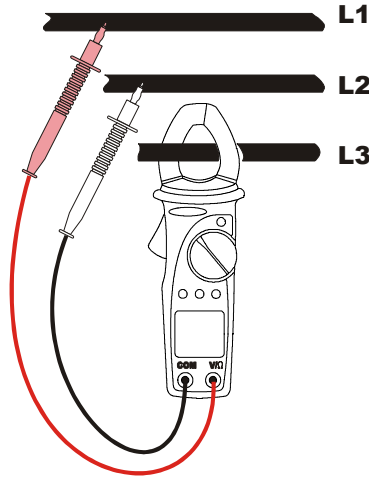

Fig. 13: medida de potencia y energía en un sistema trifásico
2. Poniendo atención a las marcas de alineación abra las pinzas y abra el cable de la fase 3. (vea párrafo 4.1.2 y Fig. 13).
4. Inserte el cable rojo en el terminal de entrada V/Ω y el cable negro en el terminal de entrada COM (ver Fig. 13).
5. Posicione la punta de prueba roja sobre el conductor correspondiente a la fase 1 y la punta negra sobre el conductor correspondiente a la fase 2, como muestra en Fig. 13. El valor de la potencia activa será visualizado acompañado del símbolo AC.
4. Inserte el cable rojo en el terminal de entrada  $V/\Omega$  y el cable negro en el terminal de entrada COM (ver Fig. 13).